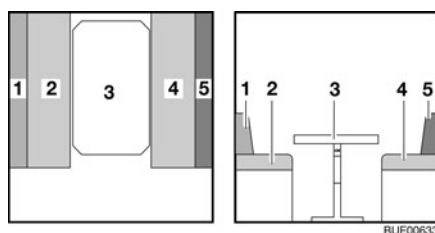

Fig. 118 Avant la transformation
- Convertir la table (Fig. 118,3) en sommier de lit (voir paragraphe 7.7).